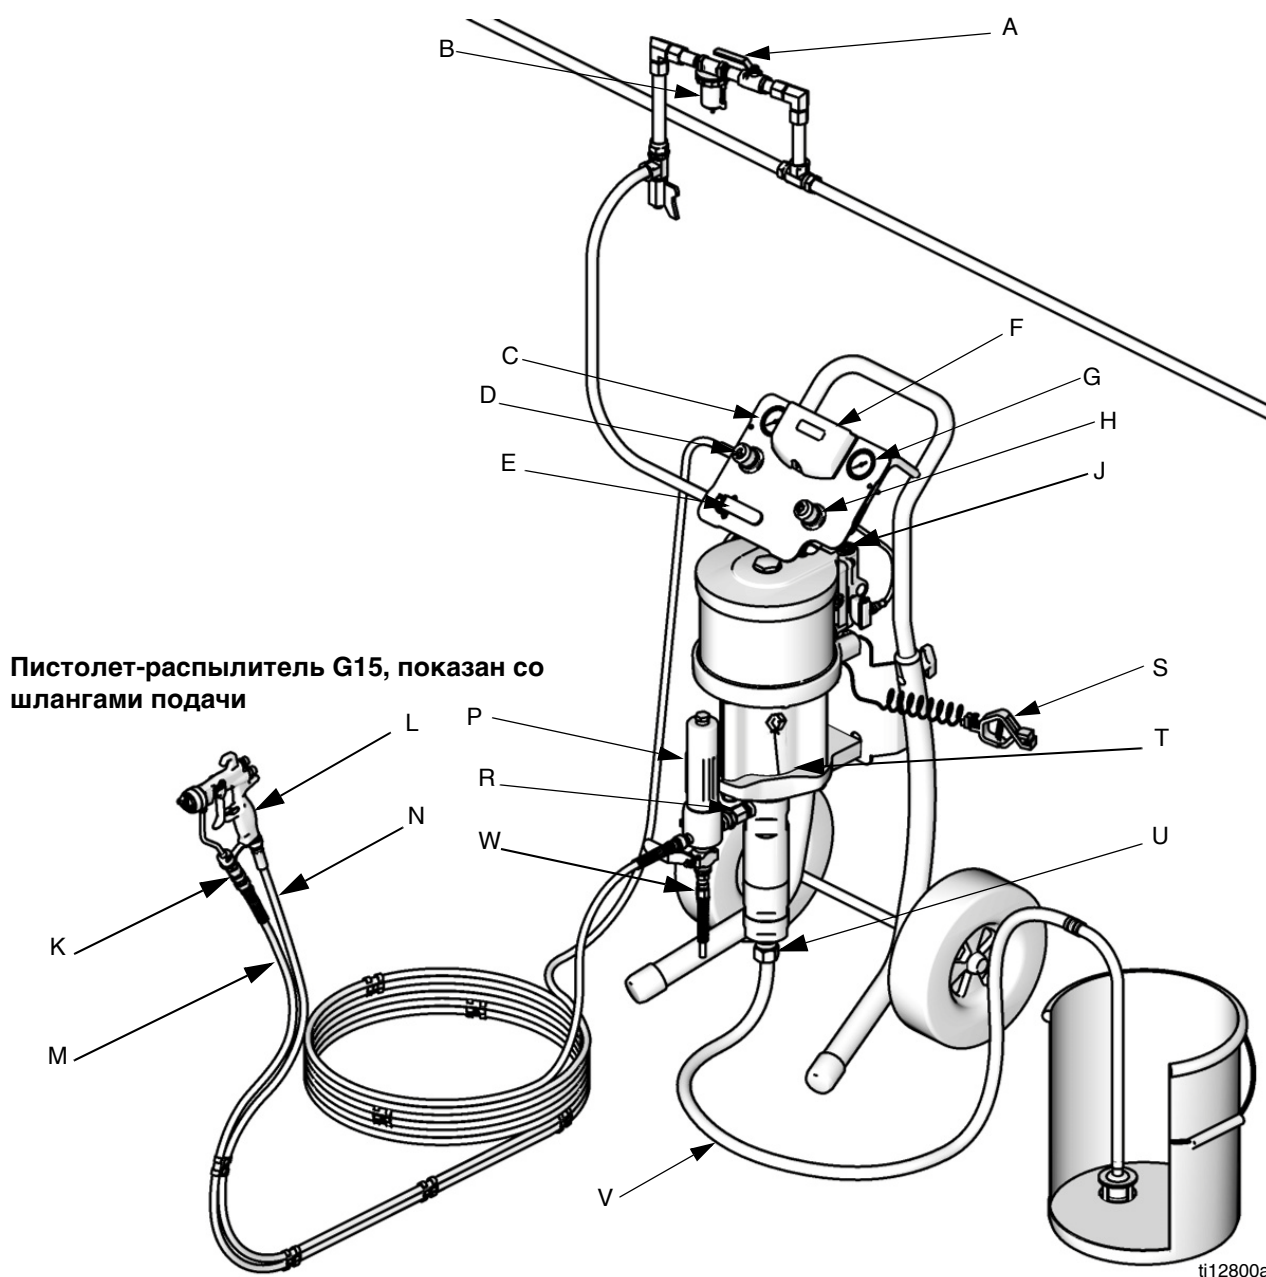

Рис. 1. Типовая установка (аппарат может не включать все показанные позиции)
На Рис. 1 приведены рекомендации по выбору и установке компонентов системы и аксессуаров. Свяжитесь с дистрибьютором Graco для помощи в проектировании системы, соответствующей вашим специфическим потребностям.
См. Рис. 1. **Набор компонентов зависит от заказанного аппарата.** См. таблицы на стр. 7–15. Аппарат может включать указанные ниже компоненты.
Перечисленные ниже принадлежности устанавливаются в указанном на Рис. 1 порядке. При необходимости используются переходники.
1. См. Рис. 1. Прикрепите конец синего шланга подачи жидкости (M) к выпускному отверстию насоса (R) или фильтра (P).
2. Присоедините один конец шланга подачи воздуха (N) к регулятору подаваемого в пистолет-распылитель воздуха (D).
3. Прикрепите другой конец шланга подачи воздуха (N) к впускному отверстию для воздуха у основания пистолета-распылителя (L).
4. Подключите вертлюг пистолета-распылителя (K) ко впускному отверстию для подачи жидкости.
5. Прикрепите другой конец синего шланга подачи жидкости (M) к пистолету-распылителю.
2. См. Рис. 1. Закройте главный воздушный кран стравливающего типа (D).
1. См. Рис. 1. Заблокируйте пусковой курок пистолета-распылителя. Снимите с пистолета (L) защитное устройство наконечника и распылительный наконечник. См. руководство к пистолету-распылителю.
2. Закройте регулятор воздуха, подаваемого в пистолет-распылитель (D) и насос (H), повернув ручки против часовой стрелки и снизив тем самым давление до нуля. Закройте воздушный кран стравливающего типа (E). Также убедитесь в том, что все дренажные клапаны закрыты.
3. Подключите линию подачи воздуха к воздушному клапану стравливающего типа (D).
6. Плотно прижмите металлическую часть пистолета-распылителя (L) к боковой поверхности заземленной металлической емкости, разблокируйте пусковой курок и оставьте его в открытом положении.
8. Откройте воздушный кран стравливающего типа (E). Медленно поверните по часовой стрелке регулятор подачи воздуха (H) в насос, увеличивая давление до тех пор, пока насос не запустится.